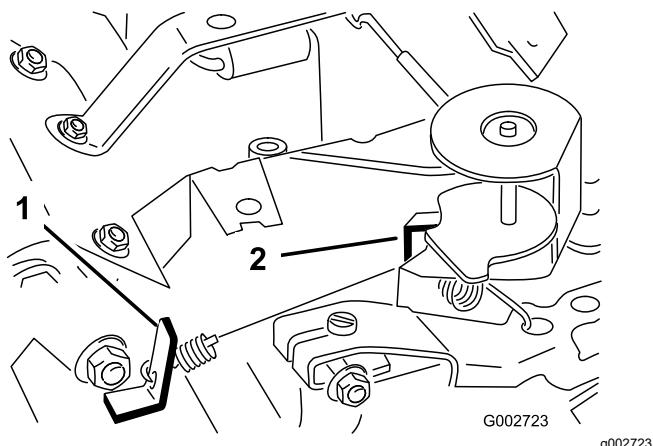

图 39
3. 弯转调节怠速弹簧的锚板 **图 39** 以达到 $1725 \pm 50\text{rpm}$ 的怠速。
6. 弯转高速弹簧锚板 **图 39** 以达到 $3400 \pm 50\text{rpm}$ 的高速。